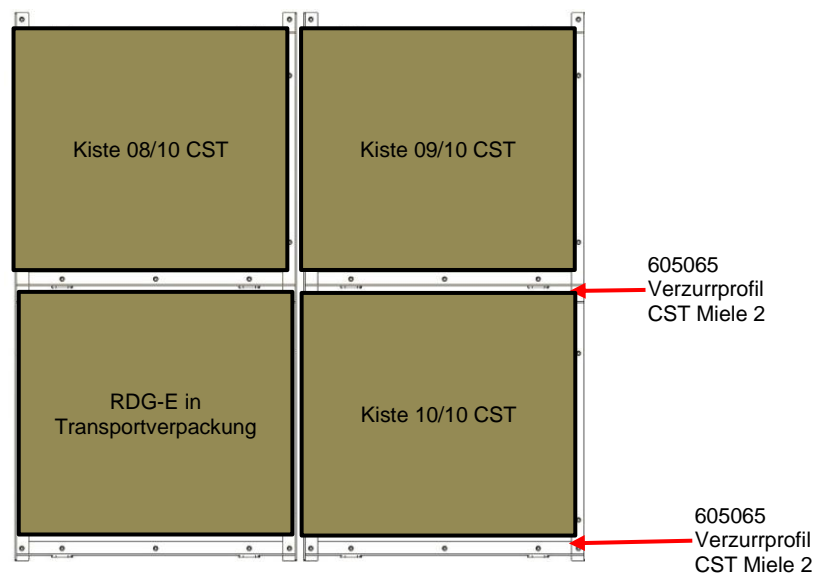

Abb. 8: Kiste 10/10 CST – Montage Verzurrprofile CST Miele 2
- ◆ Montieren Sie ein Verzurrprofil CST Miele 2 (Art.-Nr. 605065, siehe Abb. 8:).
- ◆ Transportieren Sie mit dem Hubwagen oder mit dem Hydraulikstapler die Kiste 10/10 CST zwischen die beiden Verzurrprofile CST Miele links und Miele rechts (siehe Abb. 8:).